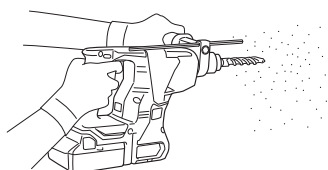

Fig. 15
- (1) Monter le foret de perçage.
- (2) Tirer l'interrupteur de déclenchement après avoir appliqué la pointe du foret sur la position de perçage désirée. (Fig. 15)
- Quand le foret de perçage touche une barre de fer de la construction, la mèche s'arrête immédiatement et le marteau rotatif réagit en tournant. Par conséquent, veuillez tenir fermement la poignée latérale et la poignée, comme illustré à la Fig. 15.